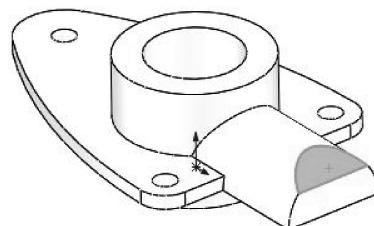

图 3-110 创建拉伸切除特征
- 退出草绘环境后，在拉伸属性面板中设置拉伸深度类型为【两侧对称】，单击【应用】按钮，完成拉伸切除，如图 3-110 所示。